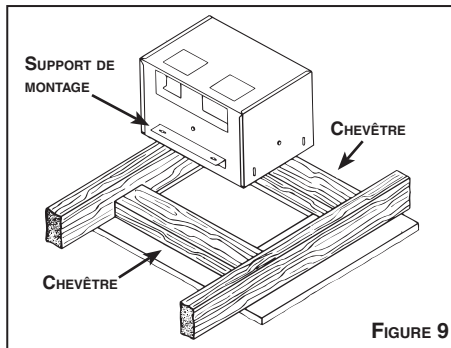

FIGURE 9
4. Voir la Figure 9. Découper en suivant les lignes.